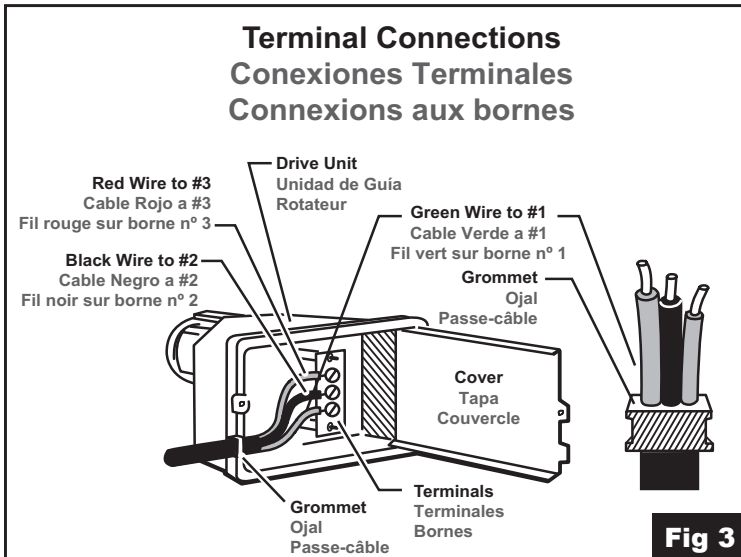

Fig 3
3. Connect rotator cable to drive unit terminal board. See Fig 3. **CAUTION:** When using jacketed cable, be sure jacket of cable passes thru the grommet to avoid moisture collection in the cable.
3. Conecte el cable de rotor a la tabla terminal de la unidad de guía de acuerdo. Vea la Fig 3. **Precaución:** Cuando use cable cubierto, asegúrese que la chaqueta del cable cabe a través del ojal para evitar acumulación de humedad en el cable.
- Branchez le câble du rotateur sur le panneau de raccordement du contrôleur; voir Fig 3.